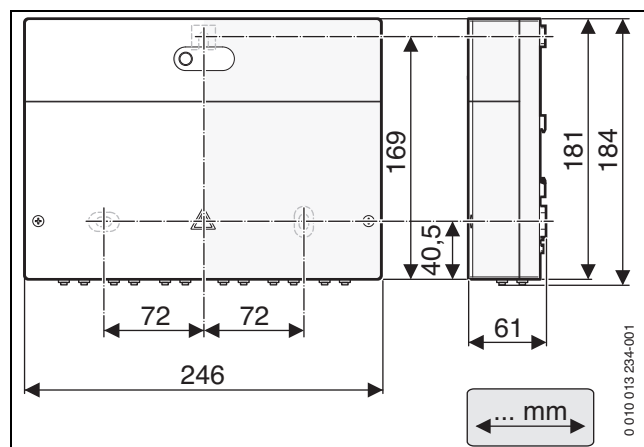
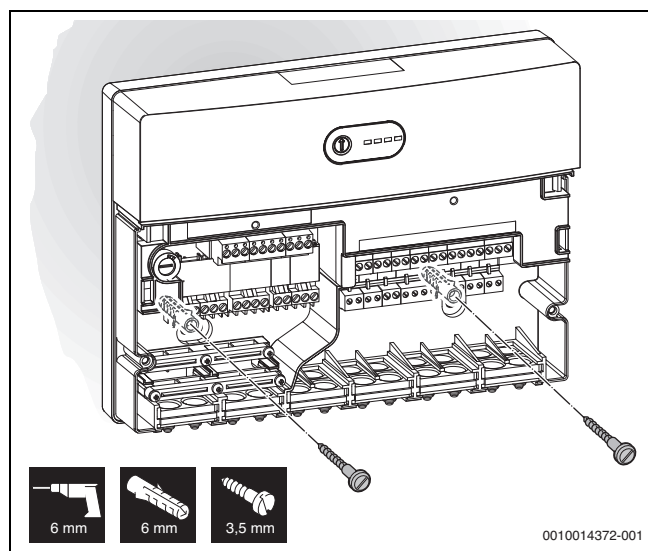
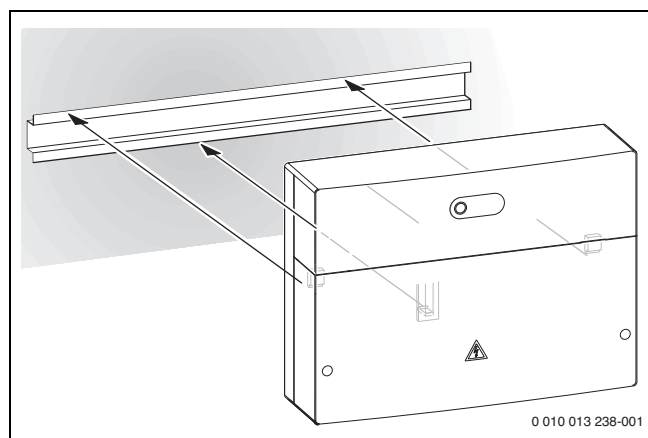

Fig. 12 Dimensions du module électronique
Fig. 15 Fixer le module électronique sur le mur
Fig. 16 Fixer le module électronique sur le rail de montage
- Installer le module sur un mur (→ Fig. 12 - Fig. 15), sur un rail de montage (→ Fig. 16) ou dans un module.